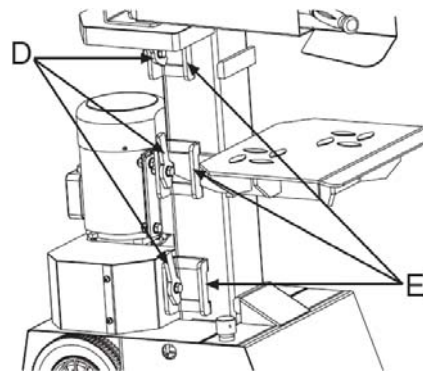

Abb. 7
2. Je nach Länge des zu spaltenden Holzabschnittes kann der Spalttisch auf 3 Positionen eingestellt werden (Abb. 7).